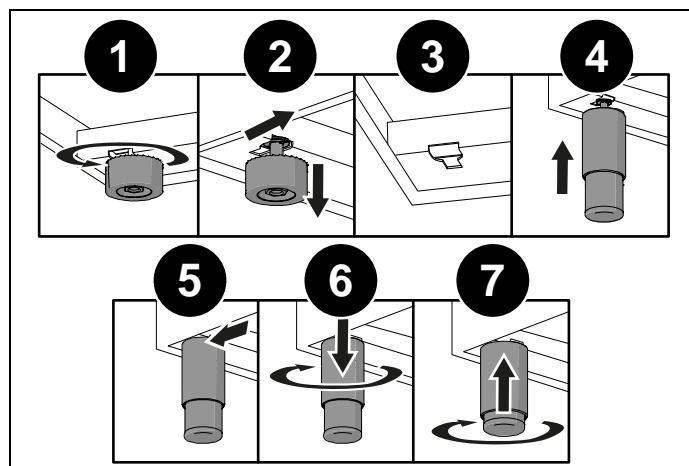

Fig. 4
- smontare i supporti (1 e 2, Fig. 4),
- inserire i piedini nello scasso a chiave sulla parte inferiore dell'apparecchio (3 e 4, Fig. 4),
- avvitare i piedini fino a fissarli stabilmente alla base (5 e 6, Fig. 4),
Regolare l'altezza dei piedini alla giusta altezza (7, Fig. 4).
Quando si abbassa l'apparecchio, evitare di mantenere lo sforzo sui piedini (Fig. 4). Si suggerisce di usare uno spessore sulla base o un pallet per evitare di inclinare la cucina.